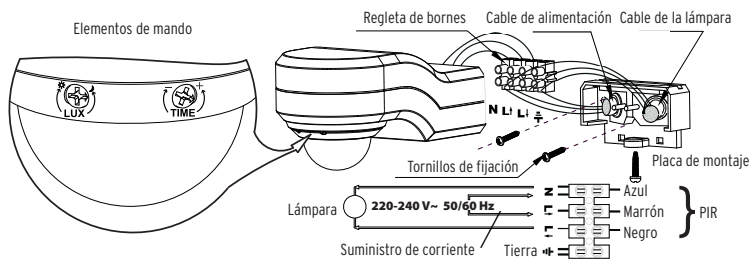

Fig. 2
INSTALACIÓN (véase también la fig. 2)**IMPORTANTE:**
8. Conecte el cable de alimentación y el cable de la lámpara en la regleta de bornes (véase la fig. 2).
DESCRIPCIÓN DE LOS ELEMENTOS DE MANDO (véase la fig. 2)**AJUSTE DE LA DURACIÓN DE LA ILUMINACIÓN:**